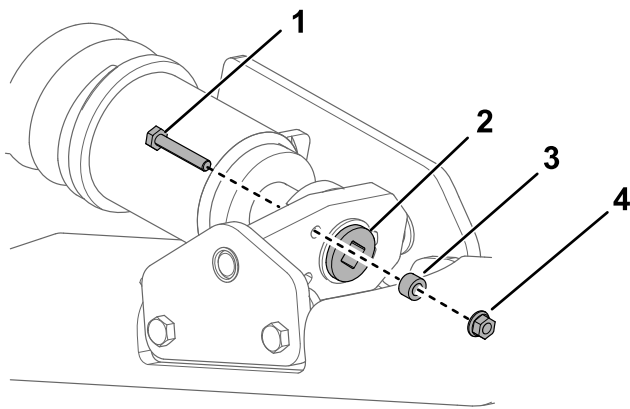
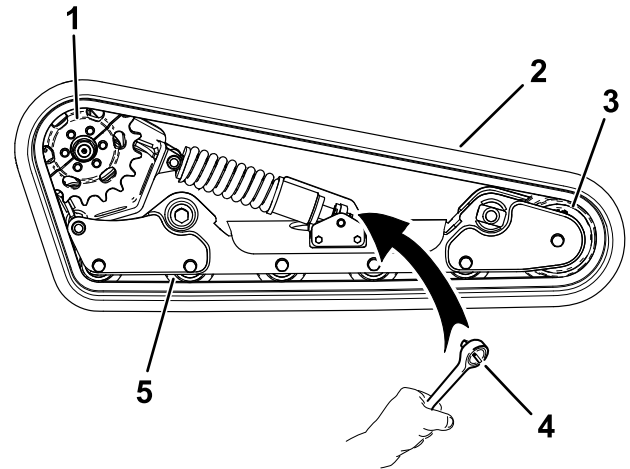

Figure 57
Figure 61
4. Enlevez le boulon de blocage, l'entretoise et l'écrou (Figure 57).
- Alignez l'encoche la plus proche dans la vis de tension et le trou du boulon de blocage, et fixez la vis avec le boulon et l'écrou de blocage (Figure 57).
- Enlevez le boulon de blocage, l'entretoise et l'écrou (Figure 57).
- À l'aide d'une clé à cliquet de 1/2 po, tournez la vis de tension dans le sens horaire pour détendre la transmission (Figure 57 et Figure 61).
- Retirez les 3 boulons qui fixent la moitié de pignon qui n'est pas engagée sur la chenille (Figure 61).
14. Enroulez la chenille neuve autour de la roue avant, puis autour du moyeu d'entraînement sur le côté sans pignon (Figure 61).
15. Poussez la chenille sous et entre les galets de roulement, puis enroulez-la autour du cadre (Figure 61).